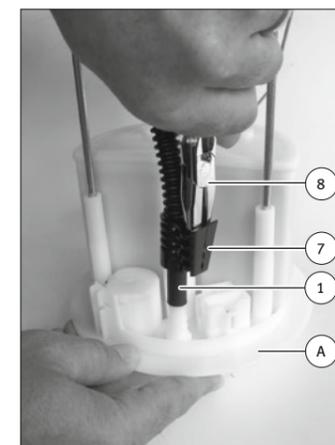

Abb. 6/ Fig. 6/ Puc. 6/ 图6
- With the help of the assembly device (7) and, if necessary, suitable half-round long nose pliers (8), slide the fuel hose (1) until it stops against the hose connection in the flange cover (fig. 6).
- A l'aide de l'accessoire de montage (7) et, éventuellement, d'une pince pointue demi-ronde (8) appropriée, glisser le tuyau de carburant (1) jusqu'en butée sur la tubulure dans le couvercle à bride (Fig. 6).